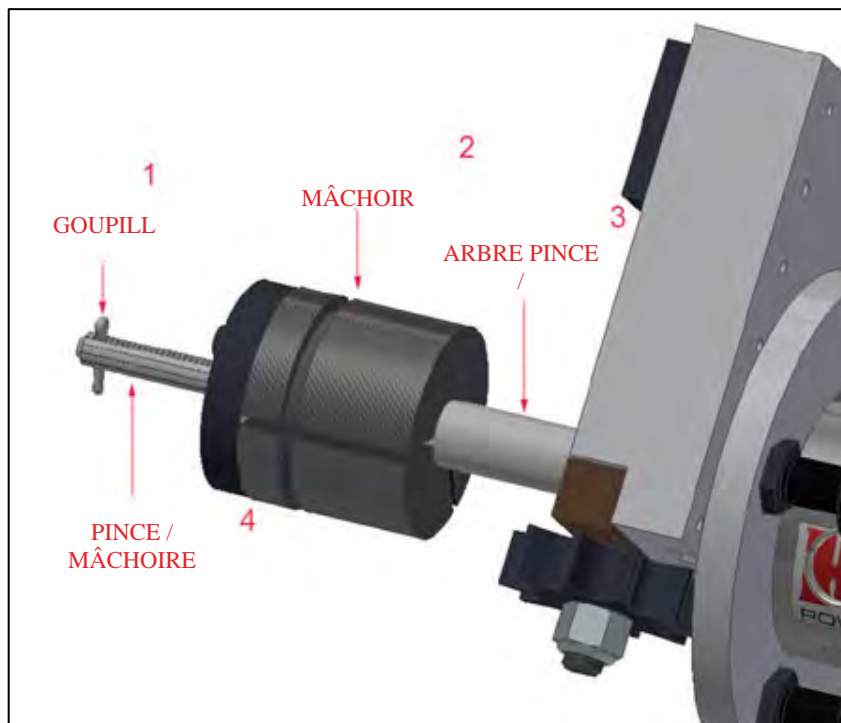

FIGURE 3-4. GOUPILLE ET AUTRES COMPOSANTS DE LA MACHOIRE DE SERRAGE
8. Déposer la goupille fendue de la pointe de la tige de traction de la pince/mâchoire de serrage (voir Figure 3-4).